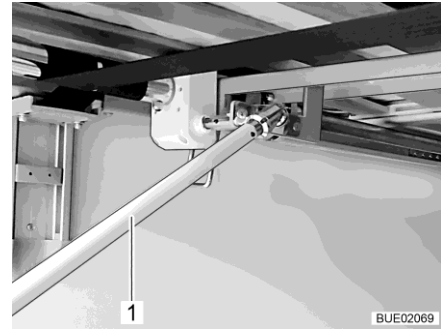

Fig. 143 Manivela en el garaje trasero
- Para subir la cama: girar la manivela (Fig. 143,1) en sentido de las agujas del reloj.
Para bajar la cama: girar la manivela (Fig. 143,1) en sentido contrario a las agujas del reloj.